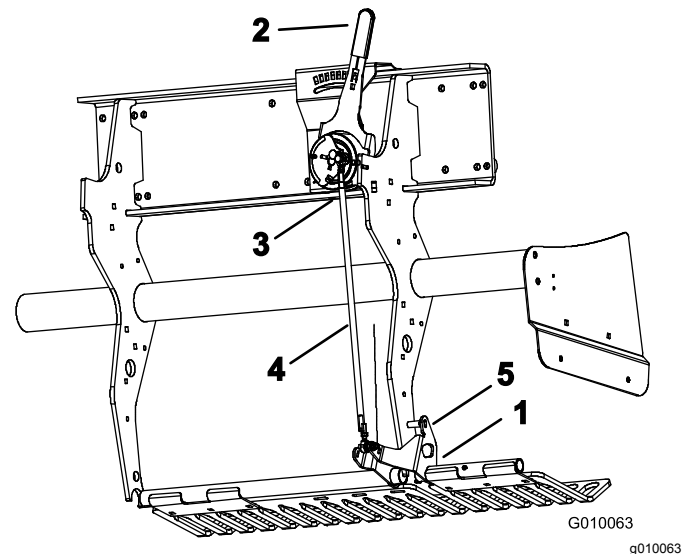

Figura 59
2. Gire el soporte de montaje izquierdo del protector de césped (Figura 59) hacia arriba hasta que pueda introducir un pasador (broca o tornillo de caperuza de 5/16) entre el soporte y el tubo de ajuste de profundidad soldado al bastidor.
3. Mueva la palanca de profundidad de aireación (Figura 59) al ajuste H (mayor profundidad).
4. Desconecte el interruptor de bola externo (Figura 59) del arnés de cables (interruptor de cabezal bajado).
5. Afloje las contratuercas (izquierda y derecha) del tirante de ajuste de profundidad (Figura 59).